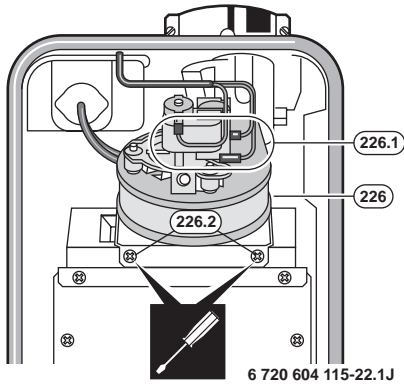

Bild 18
- ▶ Ventilator (226) in Gerät einsetzen, mit den Schrauben (226.1) befestigen und elektrische Leitungen (226.1) aufstecken (Bild 18).
- ▶ Verstellbare Drosselblende (256) auf Stellung 13 einstellen: